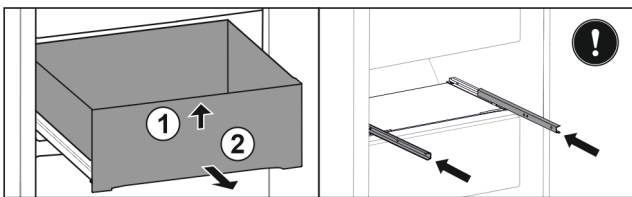

Fig. 132
- ▶ Schubfach vorne anheben. Fig. 132 (1)
- ▶ Schubfach nach vorne entnehmen. Fig. 132 (2)